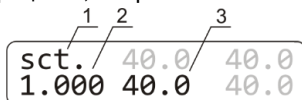

Рисунок 4. Дисплей в калибровочном режиме: 1. Индикатор калибровки; 2. Коэффициент калибровки; 3. Температура с текущим коэффициентом
- 6.2. Для изменения калибровочного коэффициента держите нажатой клавишу **TIME RUN/STOP** дольше 8 с для входа в калибровочный режим. На дисплее появится калибровочный коэффициент, см. рис. 4.
- 6.3. **Восстановление заводских установок.** Чтобы восстановить заводские установки, с помощью кнопок **▲** и **▼ T (°C)** установите значение коэффициента 1.000, как показано на рис. 4/1. Нажмите кнопку **RPM RUN/STOP** один раз, чтобы сохранить изменения.
- 6.4.5. Держите клавишу **TIME RUN/STOP** нажатой более 8 с, чтобы активировать режим калибровки. Дисплей покажет параметры, изображенные на рис. 4.